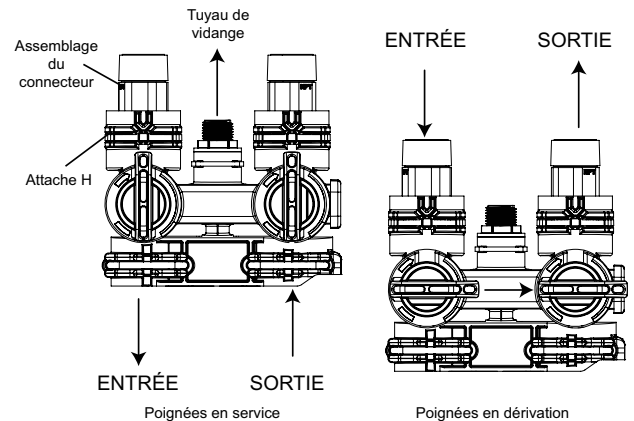

Figure 6 Opération de dérivation
**IMPORTANT : La vanne de dérivation est expédiée en position de dérivation (Figure 6 Opération de dérivation). Quand la vanne est en dérivation, l'eau ne pénètre pas dans le réservoir d'adoucissement. L'eau de l'immeuble ne sera pas traitée. La figure 6, Opération de dérivation, montre les poignées en position de service.**
Après avoir choisi l'emplacement, vérifiez le sens de l'écoulement d'eau dans le tuyau principal. La figure 6, opération de dérivation, peut servir à établir le plan du nouvel assemblage de plomberie.